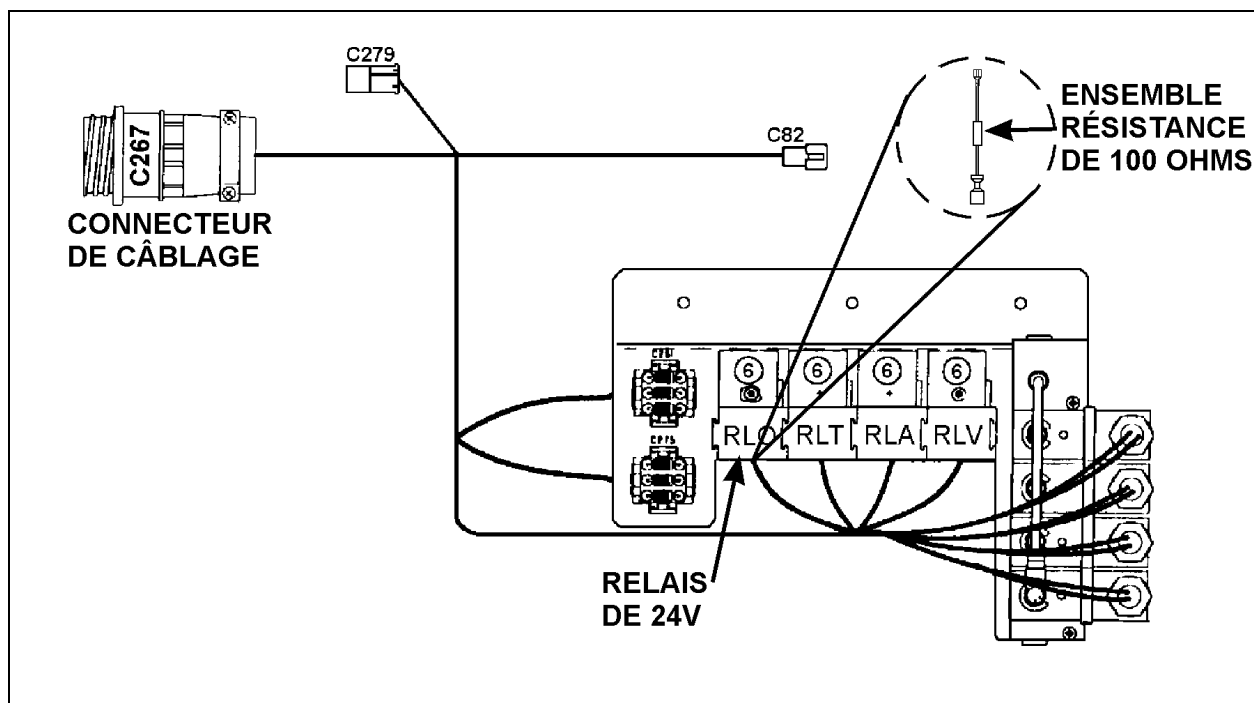

FIGURE 2 : SYSTÈME DE COMMANDE DE LA PORTE D'ENTRÉE
2. Repérer le système de commande de la porte d'entrée. Déconnecter le connecteur de câblage C267 et le fil 48D du relais RLO à l'aide d'un petit tournevis (voir figure 2).